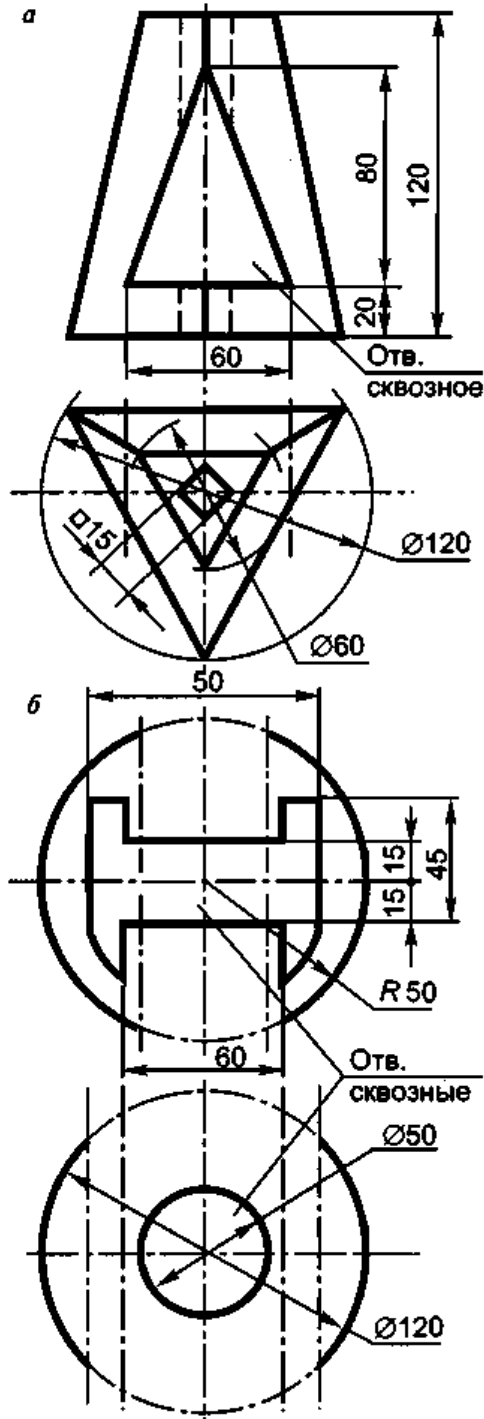

Рис. 2.29
19. Выполнить чертежи треугольной пирамиды (а) и сферы (б) с окнами в трех проекциях с тремя разрезами каждой (рис. 2.29).